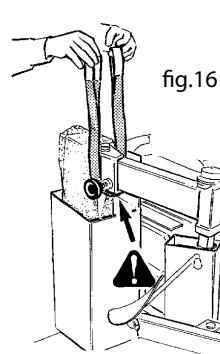

fig.16
- Dotarsi di una fascia di sollevamento di mt.1 modello DR 50 - fattore di sicurezza 6:1. Avvolgere la fascia attorno al braccio a bandiera (fig.16)
- Make use of a 1 m hoisting strap model DR 50 - safety factor 6:1. Wrap the strap around the movable arm (fig.16)
- se munir d'une bande de levage de 1 mètre modèle DR 50 -facteur de sécurité 6:1. passer la bande autour du bras en drapeau (fig.16)
- Ein Hebeband von einem Meter Länge Modell DR 50, Sicherheitsfaktor 6:1 besorgen. Das Band um den Schwenkarm wickeln (Abb. 16).
- Procúrese una correa de levantamiento de m. 1 modelo DR 50 - factor de seguridad 6:1. Arrolle la correa al brazo oscilante (fig. 16).